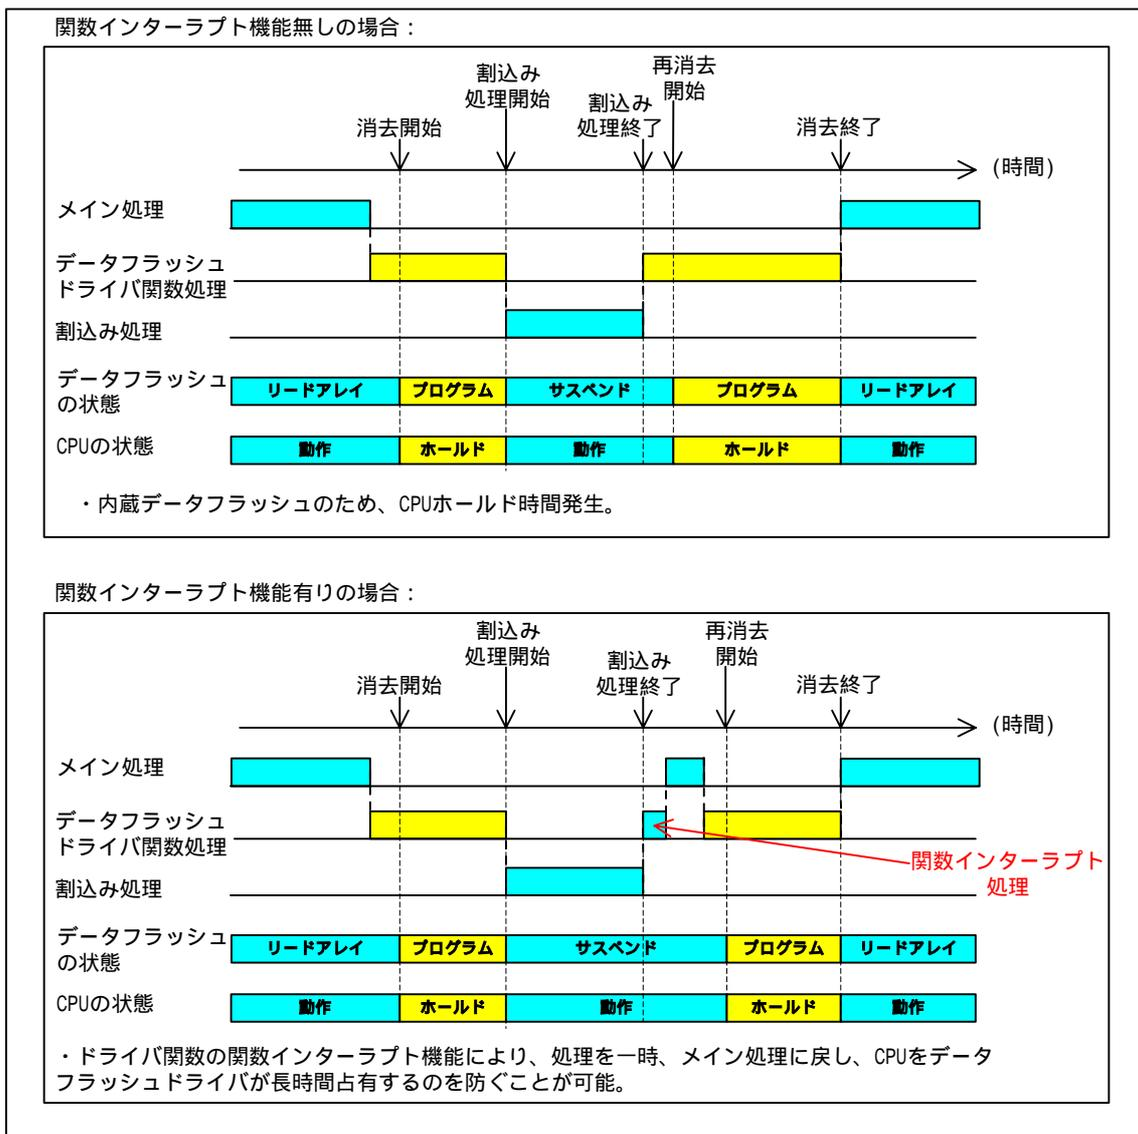

図 4 . 1 . 1 . 関数インターラプト機能の動作説明
- 7 : 関数インターラプト機能を使用したときの CPU の状態を消去処理を例として、図 4 . 1 . 1 に示します。